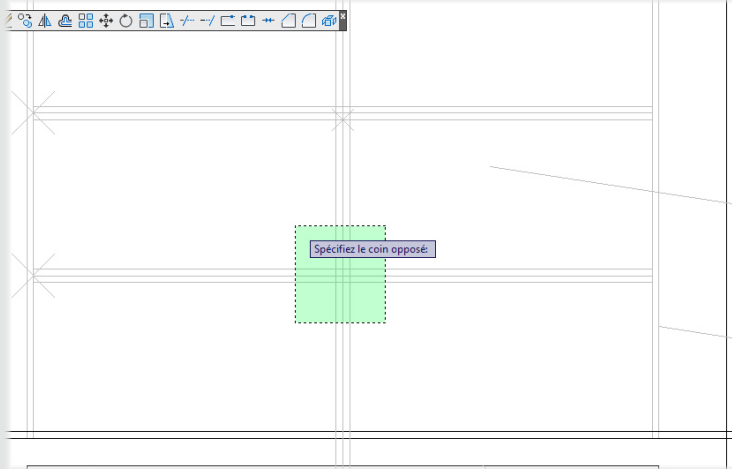

Figure 36
14. Sélectionnons les objets à ajuster (voir Figure 36) avec un mode de sélection par capture.